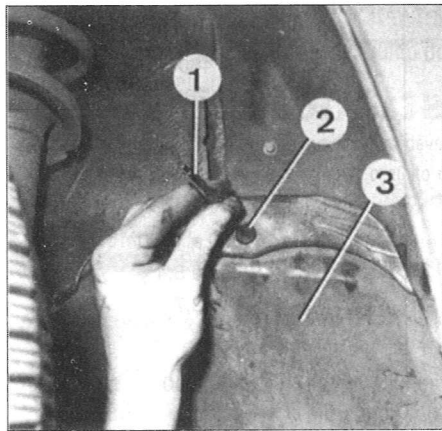

Fig. 93
- Desmontar a cava da roda do lado direito, fixada por quatro rebites, utilizando um punção de 2 mm (Fig. 93).